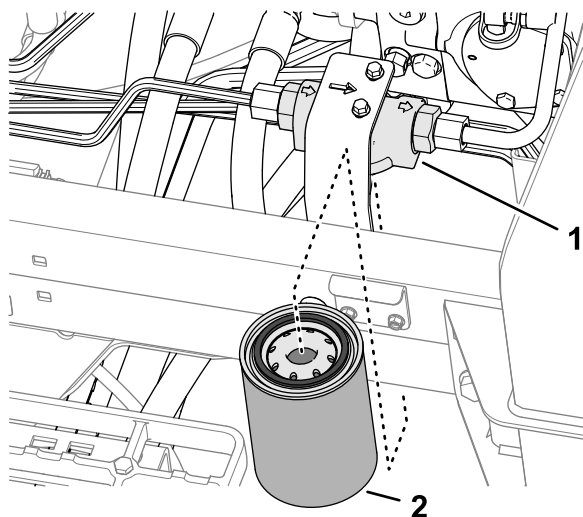

Рисунок 146
3. С левой стороны машины поставьте сливной поддон под фильтр линии нагнетания (**Рисунок 146**).